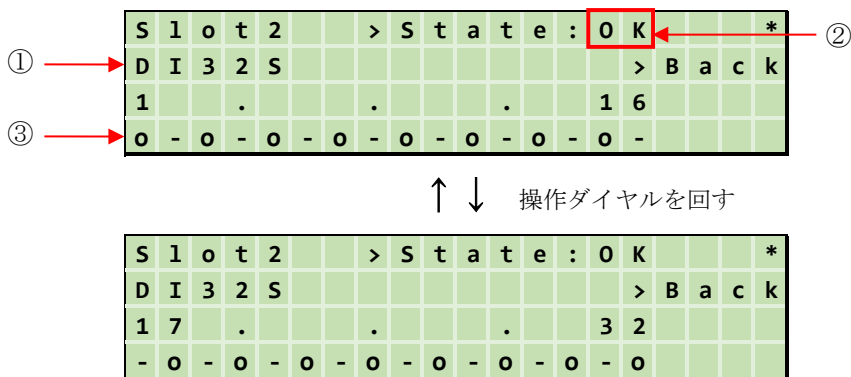

図 8.14 デジタル入力モジュール画面
デジタル入力	図 8.14 デジタル入力モジュール画面
- ③ 出力状態
現在の各出力状態を表示します（図 8.14 の③と同内容）